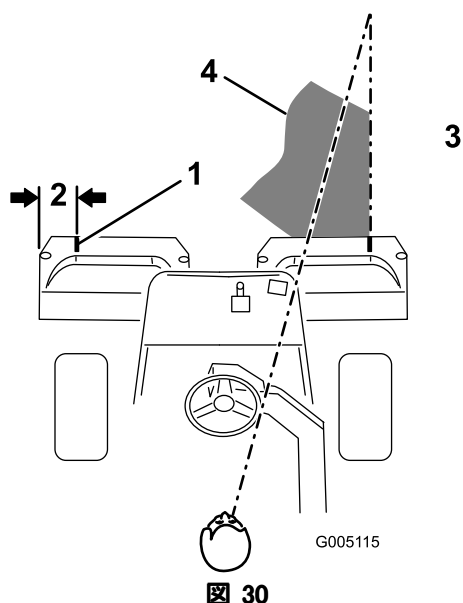
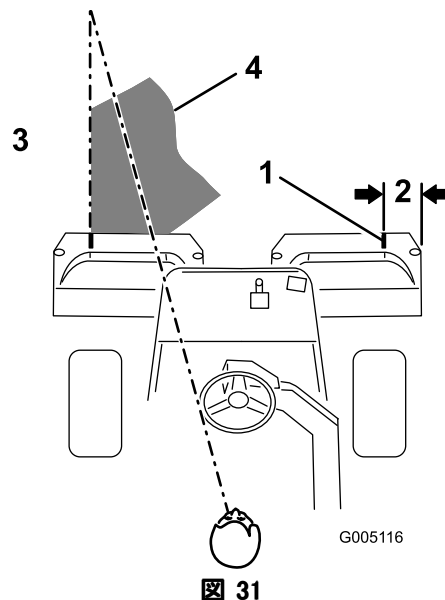

図 30
図 31
2. その位置に白色テープか白ペンキで集草箱の縁と平行に目印を入れる（図 30）。
- 行きと帰りでのオーバーラップができるだけ小さくなるように運転します。グリーン内をぶれずにきれいに直進し、刈り込みの済んだ列との距離を一定に保って走るためには、車体前方 1.8 から 3 m のところに視線を置いて、刈り込み済みの済んでいる列にラインを合わせるようにするのがコツです(図 30および図 31)。ハンドルを目印にして距離を合わせても良いでしょう。その場合、ハンドルの縁と本機前方の目標ラインとを重ねて見ながら運転します(図 30と図 31)。